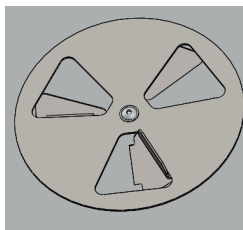

Figure 6. Ecran du couvercle de la plaque barbecue
- Au cours du travail, l'écran du couvercle de la plaque barbecue chauffe (fig. 6). Pour éviter des brûlures, ouvrez et fermez le couvercle en utilisant des gants résistant à hautes températures. Faites attention au flux d'air brûlant qui peut se dégager des orifices du couvercle, en particulier après l'ouverture de l'écran.